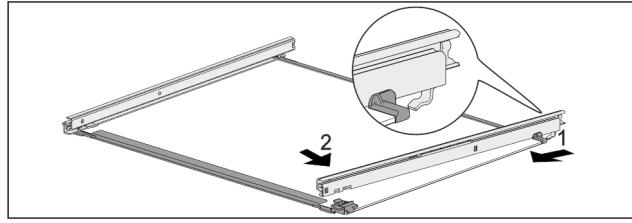

Fig. 126 Sklenená doska s kolajničkami
- Zaháknite kolajničku vzadu. Fig. 126 (1)
- Zaklapnite kolajničku vpred. Fig. 126 (2)